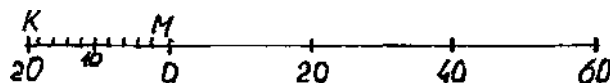

Рис. 1 Оцифровка линейного масштаба
1. Проводят прямую линию длиной 8 см (рис.1).
2. На этой прямой откладывают несколько раз отрезок $a = 2$ см (рис. 1).
- а) правую крайнюю точку (М) первого основания принимают за нуль (рис.1);
Малых делений 6.5 (13м : 2м = 6.5) рис.1.